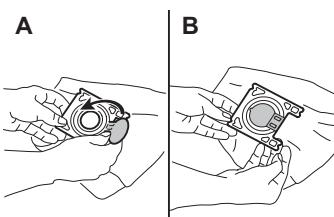

Abb. 21
6. Damit beim Transport kein Staub aus dem Staubfilterbeutel austritt, können Sie diesen mit der Ecke (Abb. 21/A,B) verschließen.